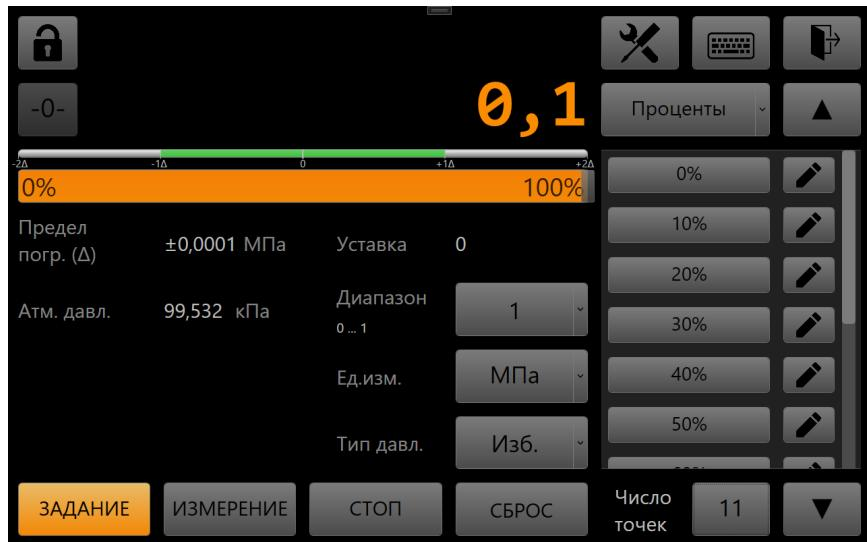

Рис. 8. Ввод уставки по процентам
7.5.3 По нажатии кнопки появляется меню типа ввода уставки с пунктами: **Ручной ввод**, **Задан. процент**, **Программа**. Цифровая клавиатура ввода соответствует пункту **Ручной ввод**. При выборе типа ввода **Задан. процент** цифровая панель ввода принимает следующий вид (Рис. 8).